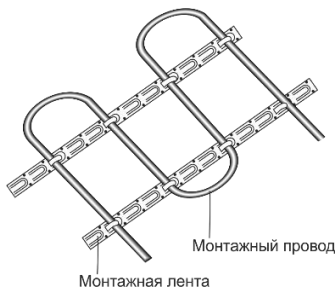

Рисунок 4 - Прокладка нагревательной секции через монтажную ленту.
6. Разложить нагревательную секцию на полу и зафиксировать её с помощью монтажной ленты (рис. 4).